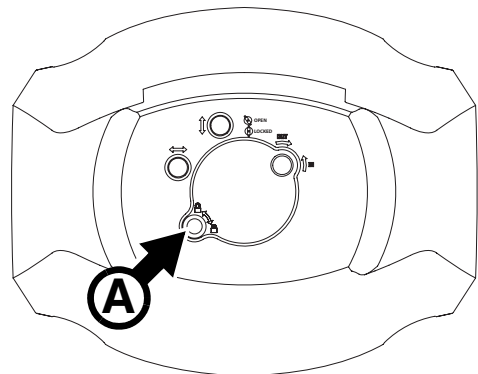

Bild 8: Zugriff auf das Leuchtmittel
3. Siehe Bild 8. Lösen Sie die Schraube **A** (Torx 20) und öffnen Sie die Abdeckung.